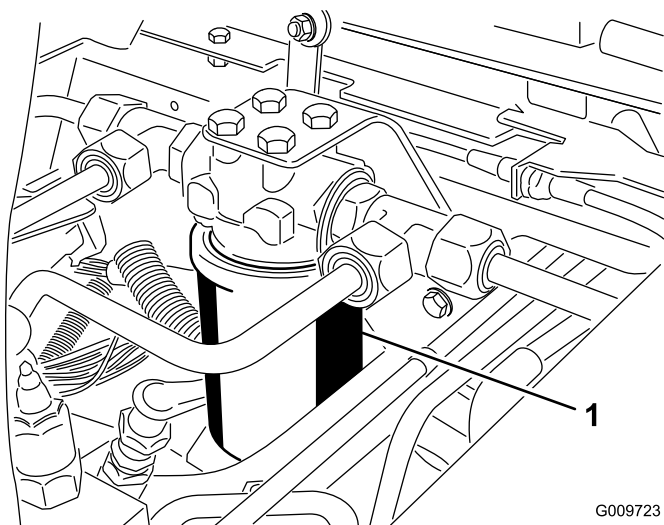
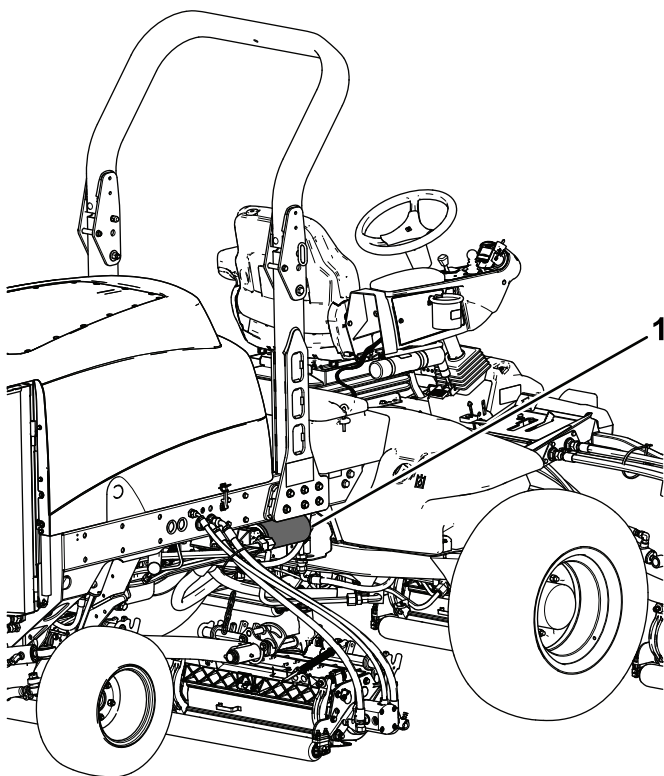

Figura 103
Figura 104
3. Coloque un recipiente debajo del filtro y retire el filtro (Figura 103 y Figura 104).